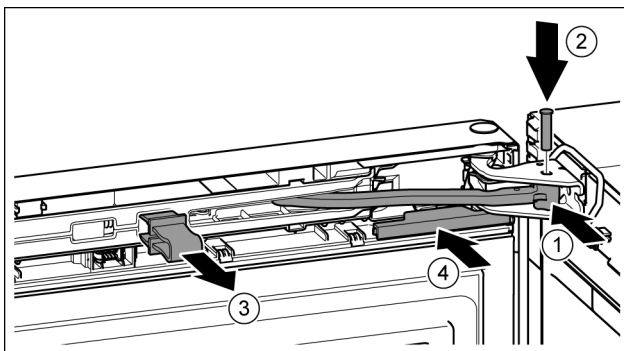

Fig. 42
- ▶ Повернуть шарнир в опорном кронштейне. Fig. 42 (1)
- ▶ Вставить палец в опорный кронштейн и шарнир. При этом следить за тем, чтобы выступ фиксатора занимал правильное положение в пазу. Fig. 42 (2)
- ▶ Снять предохранитель. Fig. 42 (3)
- ▶ Надвинуть крышку. Fig. 42 (4)